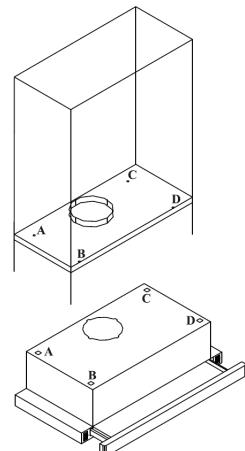

Рис.3
- с помощью шаблона, приложенного к инструкции, в нижней полке подвесного шкафа вырезать отверстие диаметром 130 мм под воздуховод, отводящий отработанный воздух, и просверлить отверстия под шурупы, крепящие вытяжку (Рис. 3),